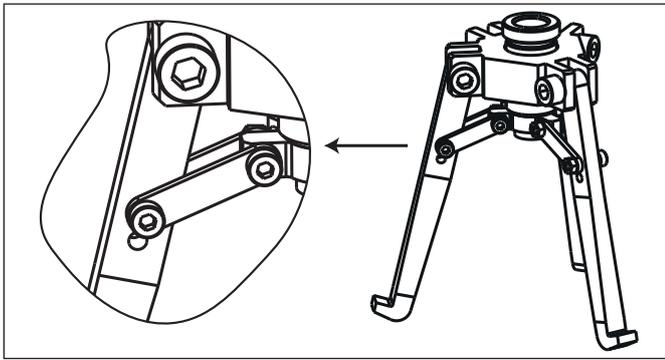

Figure 2 : Détail de l'installation de la mâchoire standard, configuration interne
- Le trou supérieur permet d'installer la mâchoire sur la configuration interne (voir la Figure 2).